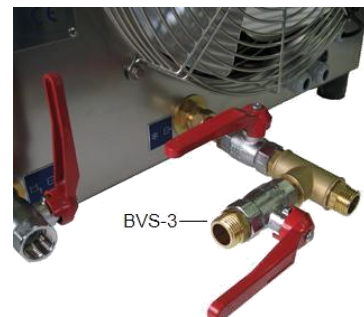
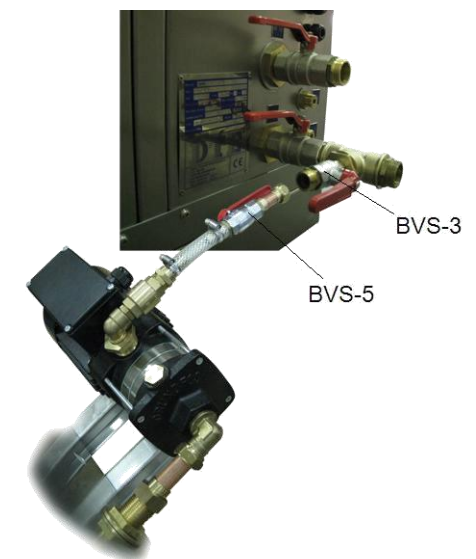

Abbildung 4.13
Abbildung 4.14
3. Stellen Sie den Kugelhahn (BVS-3) auf „open“, (Siehe Abbildung 4.13 und Abbildung 4.14).